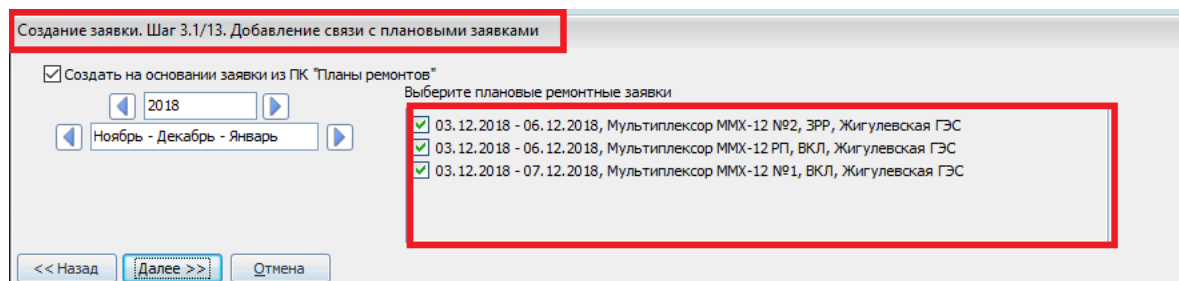

Рисунок 10.12 – Добавление связи с плановыми заявками
- **«Шаг 3.1/12. Добавление связи с плановыми заявками».** Шаг отображается, если на шаге 3/12 выбрана категория заявки «Плановая». На данном шаге необходимо выбрать плановые ремонтные заявки, которые будут сопоставлены с создаваемой диспетчерской (при установленном флаге «Создать заявку на основании заявки из ПК «Планы ремонтов», по умолчанию флаг установлен) (Рисунок 10.12). При включенной функции ScheduleAgreeComparison=1 в файле zvk.ini (см. руководство системного администратора раздел «Описание параметров файла zvk.ini») данный шаг будет доступен для заявок, созданных за чужое предприятие с целью согласования. При включенной функции ScheduleAgreeComparison=1 в файле zvk.ini (см. руководство системного администратора раздел «Описание параметров файла zvk.ini») поиск подходящих плановых заявок на шаге 3.1/12 выполняется не только по ГР с целью «утверждение», «согласование», но и по ГР с целью «предварительное согласование» (алгоритм поиска ПРЗ для сопоставления не